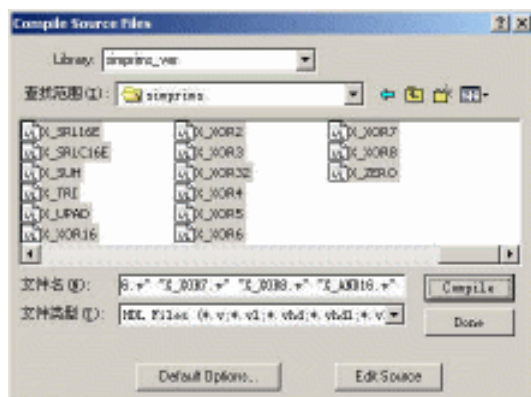

图3-21 编译源文件对话框
4. 在主窗口中选择【Compile】/【Compile】命令，弹出【Compile Source Files】窗口，如图 3-21 所示。在【Library】选项的下拉列表中选择“`simprims_ver`”仿真库，在【查找范围】选项中选中【`Xilinx\verilog\src\simprims`】目录下的